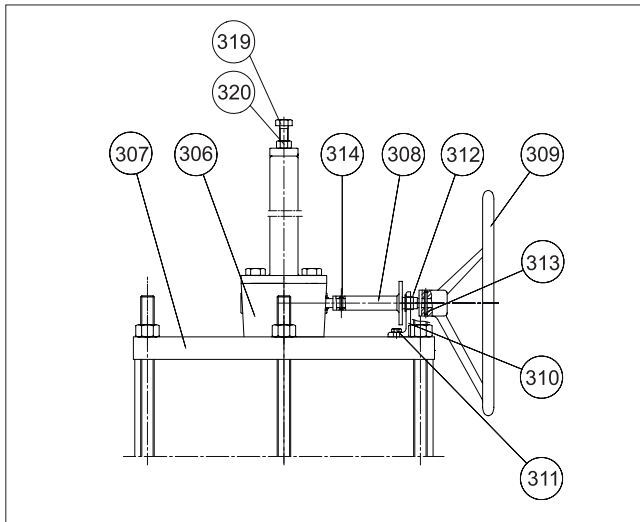

Abb. 27 B1JRR Stellantrieb
Der B1JRR Stellantrieb ist ansonsten wie der B1J aufgebaut, außer dass er manuell betätigt werden kann, um den Kolben gegen die Feder in die untere Position zu bringen, falls keine Luftzufuhr vorhanden ist. Durch Drehen des Handrads im Uhrzeigersinn wird das Ventil geöffnet. Der B1J Stellantrieb lässt sich durch Austausch des Zylinderendes (44) und Hinzufügen der Teile (306 bis 320) in einen B1JRR-Stellantrieb umwandeln, siehe Abb. 27.
Teilleiste für Abb. 27: